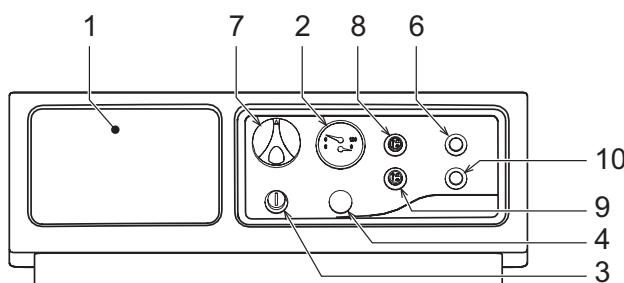

fig. 1 - Panoul de comandă
- Aduceți întrerupătorul centralei "8" pe poziția "pornit" (fig. 1).
- În cazul în care centrala este echipată cu o unitate electronică termostatică, montată în poziția 1 din fig. 1, utilizatorul va trebui să țină cont și de instrucțiunile oferite de producătorul acesteia.
Rotind butonul 7 din fig. 1 în sens orar, temperatura apei din circuitul de încălzire crește, iar rotindu-l în sens antiorar, aceasta scade. Temperatura poate fi modificată de la o valoare minimă de 30° la o valoare maximă de 90°. Vă recomandăm oricum ca centrala să nu funcționeze la valori de temperatură mai mici de 45°.
Setați, cu ajutorul termostatului de cameră, temperatură dorită în interiorul încăperilor. La comanda termostatului de cameră, centrala pornește și încălzește apa din instalație la temperatura setată de termostatul de reglare al centralei 7 din fig. 1. Când se ajunge la temperatură dorită în interiorul încăperilor, generatorul se oprește.
Presiunea de umplere a instalației reci, indicată de hidrometrul centralei - det. 2 din fig. 1 - trebuie să fie de aproximativ 1,0 bar. Dacă, în timpul funcționării, presiunea din instalație coboară la valori inferioare celei minime indicate mai sus (din cauza evaporării gazelor dizolvate în apă), utilizatorul trebuie să reducă la valoarea inițială, cu ajutorul robinetului de umplere. La sfârșitul operației închideți din nou, întotdeauna, robinetul de umplere.